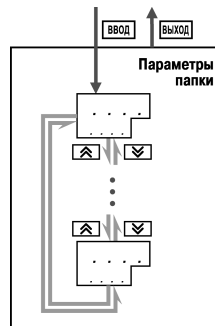

Рисунок 11.4 – Перемещение по параметрам папки
- Перемещение между параметрами осуществляется кнопками  и  (/) (циклически в любую сторону) (рисунок 11.4). При этом мигает имя параметра на ЦИ1.